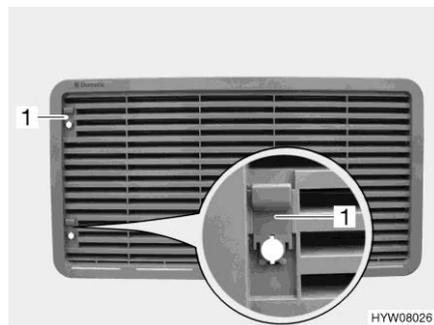
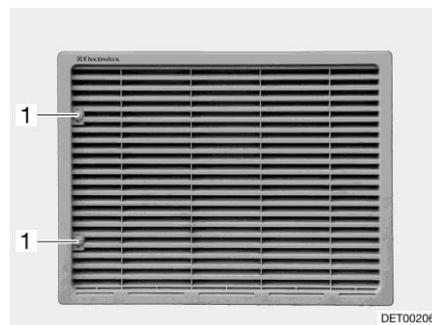

Fig. 183 Grille d'aération du réfrigérateur (avec curseur)
Fig. 184 Grille d'aération du réfrigérateur (avec vis)
- Suivant l'exécution, déplacer le curseur (Fig. 183,1) vers le haut ou faire opérer un quart de tour à la vis (Fig. 184,1) à l'aide d'une pièce de monnaie.